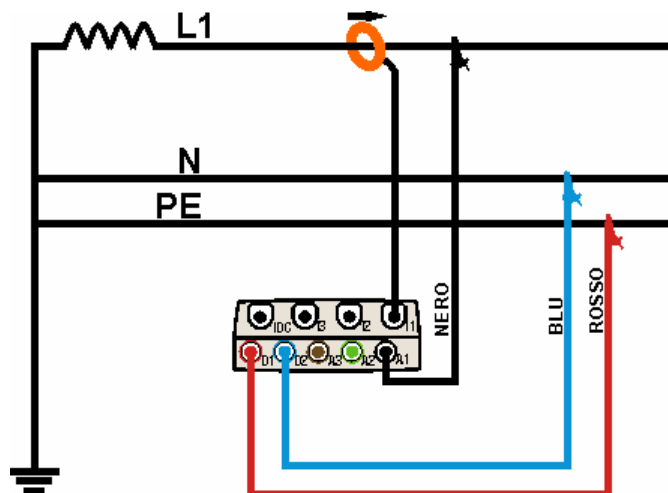

Fig. 203: Collegamento dello strumento in un sistema Monofase
2. Collegare i cavi di misura della tensione sui conduttori di Fase, Neutro e Terra rispettando i colori come mostrato in Fig. 203.
3. Collegare la pinza di corrente sul conduttore di Fase L1 come mostrato nella Fig. 203 **rispettando il verso della freccia** presente sulla pinza stessa che indica la direzione convenzionale della corrente da generatore a carico. **Verificare sempre, nelle videate della sezione Visualizzazione Misure, che la Potenza Attiva P sia sempre positiva e che il fattore di potenza Pf sia corrispondente al carico, normalmente induttivo**, prima di attivare una registrazione. In caso di valori negativi della potenza attiva ruotare la pinza di 180° sul conduttore.